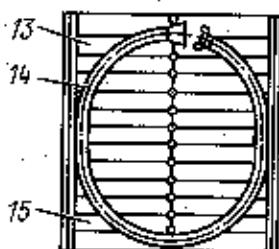

Рис.19. Расположение пожарного оборудования:
3.20. Оборудование лесопожарного катера (рис.19)
проверить состояние и работу всех механизмов управления катером и двигателем. Установить снаряжение (рис.21). На лесопожарном катере установить пожарное оборудование (см. рис.19);